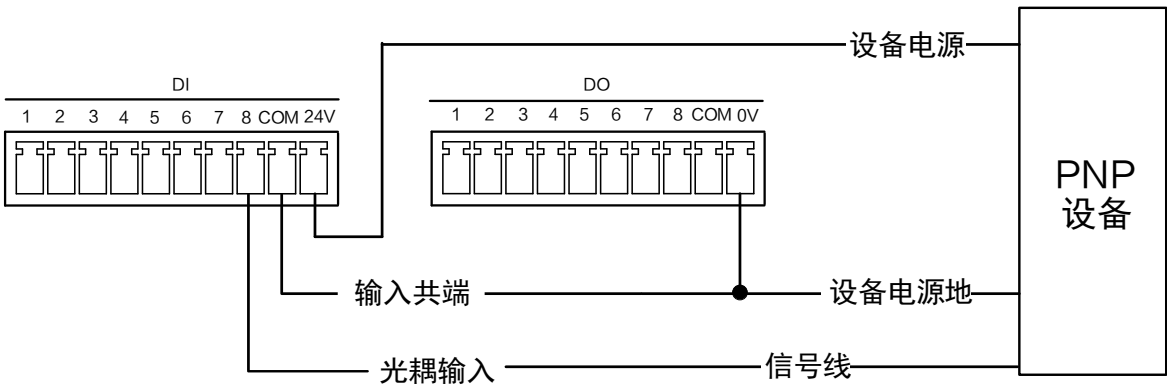

图4-3 输入信号接 PNP 设备（方式 2）
- 外部设备可通过视觉控制器的 PWR、GND 接口进行供电，供电电压为 24V，最大输出电流为 150mA，接线图请参见图 4-3 所示。